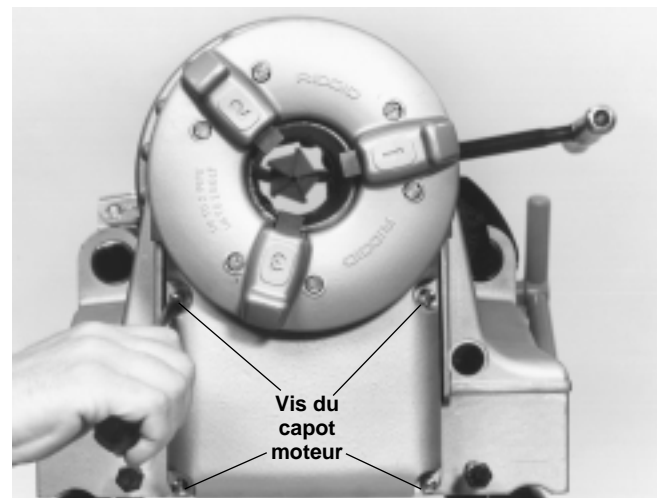

Figure 23 – Desserrage des vis du capot moteur
2. Desserrez complètement les quatre vis de retenue du capot moteur et retirez le capot (Figure 23).